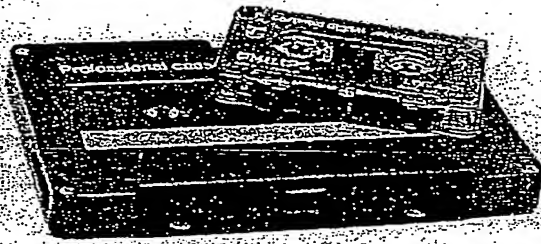

Bild 12: Magnetbandkassetten unterschiedlicher Größe und Speicherkapazität.
9.3 Magnetbandkassetten (Bild 12)